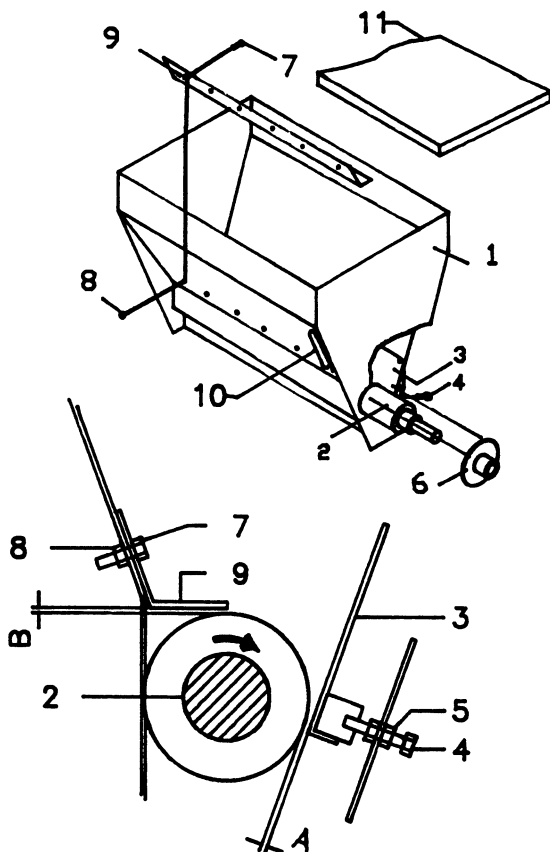

FIG.1.
3.0 BAC À GRAINES fig 1.
La roue montée indépendamment de la machine 10 entraîne l'arbre de semis 2 (fig 1.) par la chaîne 11, la roue de renvoi 20 et 14 et la chaîne 18. Le ressort et le boulon de réglage 17 assurent que la roue 10 demeure en contact avec le sol.